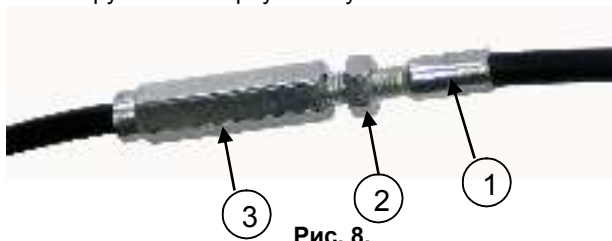

Рис. 8.
- Открутить стопорную гайку регулировочной втулки (см. рис.8, поз.2).